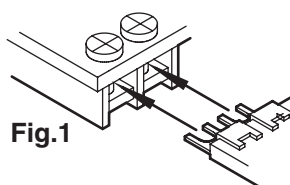

Fig.1
- engager les terminaux du circuit imprimé du secret de conversation entre les traces du circuit imprimé de l'interphone et les écrous des bornes (Fig. 1);